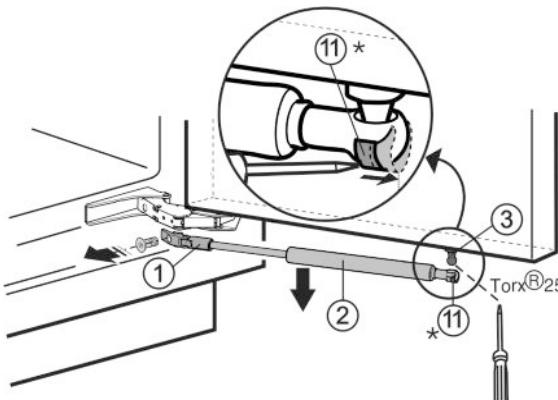

Fig. 1
► С помощью отвертки сдвиньте натяжную пружину Fig. 1 (11) наружу.*
► Снимите амортизатор закрывания дверей Fig. 1 (2) вниз.
► Открутите держатель Fig. 1 (1).
► Открутите шаровую головку Fig. 1 (3) (Torx® 25).